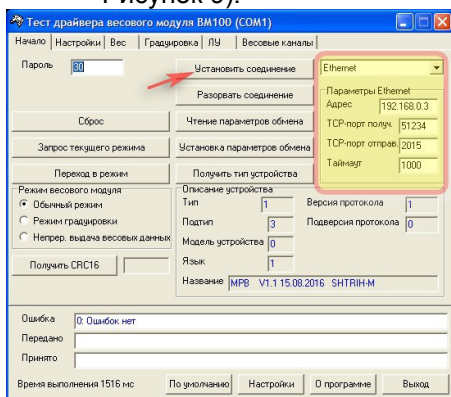

Рисунок 9: Проверка подключения с помощью программы-теста драйвера весового модуля
10. Если TCP соединение Адаптера и ПК установлено, можно для проверки запустить программу-тест драйвера весового модуля, выбрать тип соединения Ethernet, указать адрес 192.168.0.3 и порт 51234. Затем нажать кнопку "Установить соединение". При удачном подключении в графе "Название" появится строчка с названием и версией прошивки весов СЛИМ (см. Рисунок 9). Теперь можно получать с весов значение веса и управлять весами: тарифовать, устанавливая режим автонуля и т. д.
5. Если Bluetooth соединение Адаптера и ПК установлено, можно для проверки запустить программу-тест драйвера весового модуля, выбрать тип соединения RS-232 и указать номер COM-порта из страницы свойств соединения. Затем нажать кнопку "Установить соединение". При удачном подключении в графе "Название" появится строчка с названием и версией прошивки весов СЛИМ (см. Рисунок 9).